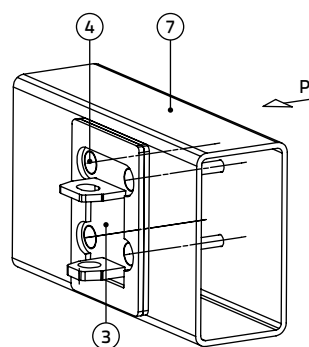

Bild 4
Legen Sie die Grundplatte (3) an der Montagestelle an und verschrauben Sie sie laut Bild 4. Mittels eines Schlüssels der Größe 19 ziehen Sie die Zugmutter der Anker (4) und die Muttern M10 (6) solange an, bis die Köpfe aller Zugmutter abgedreht sind. Dadurch wird die Verbindung von Seiten der Grundplatte unlösbar. Überstehende Bolzen (10) kürzen Sie bei Bedarf ein. Falls das Schloss an einer Stelle installiert wird, an der sich der Zugang zu den Muttern (6) von der Wandinnenseite her nicht verhindern lässt, müssen diese beispielsweise durch Anschweißen vor unerwünschter Demontage geschützt werden.